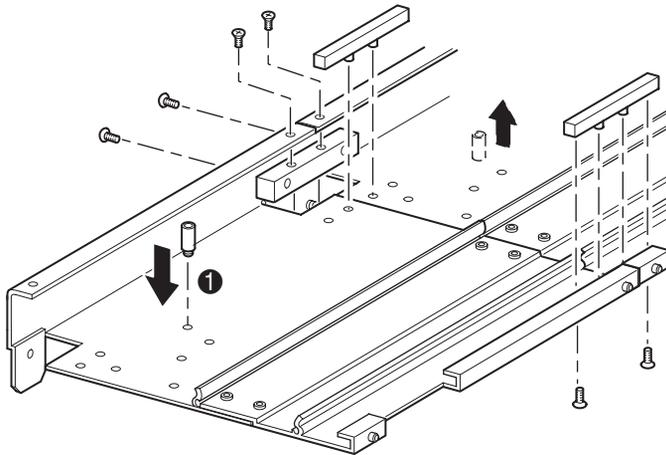

Figure 2-18 : Installation des barres d'assemblage
- b. Alignez les broches des deux étroites barres d'assemblage avec les trous dans l'extension et l'unité de base PTM (voir la Figure 2-18), puis fixez-les en utilisant quatre vis de montage (deux vis pour chaque barre d'assemblage).
- c. Fixez la barre d'assemblage large (bord biseauté sur le coin intérieur de l'unité de base PTM et de l'extension) avec quatre vis de montage (voir la Figure 2-18).
11. Retirez la butée inférieure de l'unité de base PTM, puis fixez-la au trou de montage correspondant (❶, Figure 2-18) dans la dernière unité du PTM étendu.